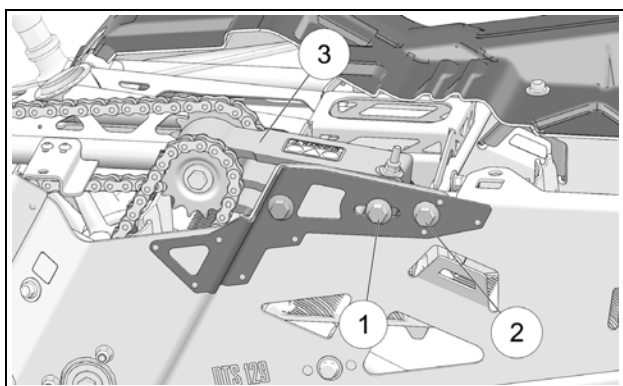

Figure 7
- Desserrer les boulons de fixation (1) et (2) du panneau latéral gauche pour permettre au tendeur de chaînes (3) de pivoter sur son axe. Voir la Figure 7.